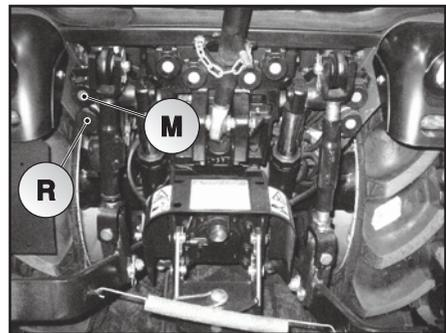

Abb. 5.82
Die Schnellkupplung (M) versorgt die dauernde Förderung, die Schnellkupplung (R) ist dagegen einen freien Rücklauf (Bild 5.82).